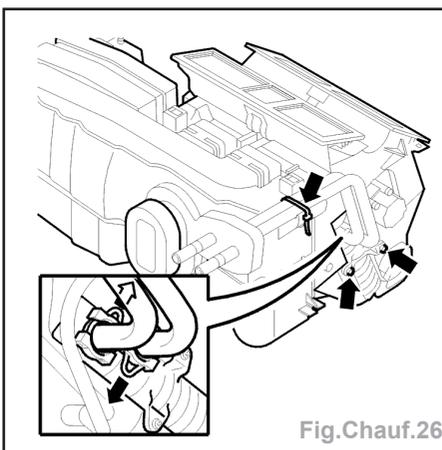

Fig. Chauff.26
- le lien des tuyaux (fig. Chauff.26),